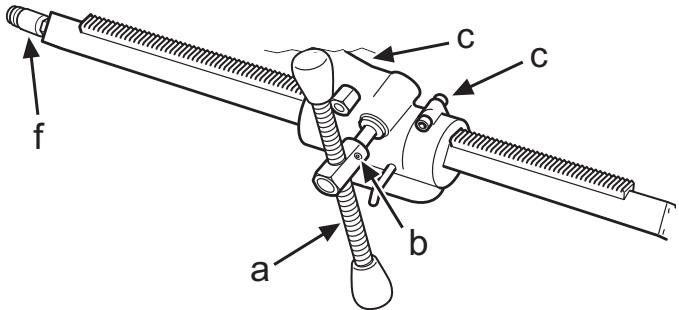

Fig.7
- Si es necesario, se puede trasladar el mango de alimentación (a) al lado opuesto de la caja de alimentación (fig. 7), aflojando el tornillo de fijación (b) con una llave Allen de 6 mm.
- El hueco respecto a la columna de perforación se puede ajustar a un juego mínimo con 2 tornillos (c) (fig. 7).
- Quando necessário, pode-se deslocar o manípulo de alimentação (a) para o lado oposto da caixa de alimentação (Fig. 7), afrouxando o parafuso de fixação (b) com uma chave Allen de 6 mm.
- A folga em relação à coluna de perfuração pode ser ajustada a um mínimo, com a ajuda de 2 parafusos (c) (Fig. 7).
- Loosening the locking screw (b) using a 6 mm hex-key allows the feed handle (a) to be moved to the opposite side of the feed housing if necessary (Fig.7).
- The play on the drill column can be adjusted to a minimum with the help of 2 screws (c) (Fig. 7).